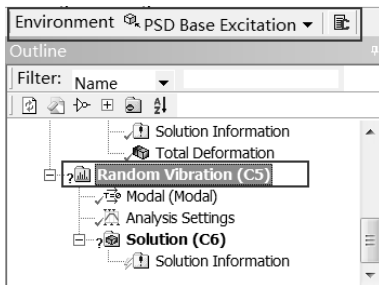

图 10-69 Environment 工具栏
Step1：选择 Mechanical 界面左侧 Outline（分析树）中的 Random Vibration（C5）选项，此时会出现如图 10-69 所示的 Environment 工具栏。